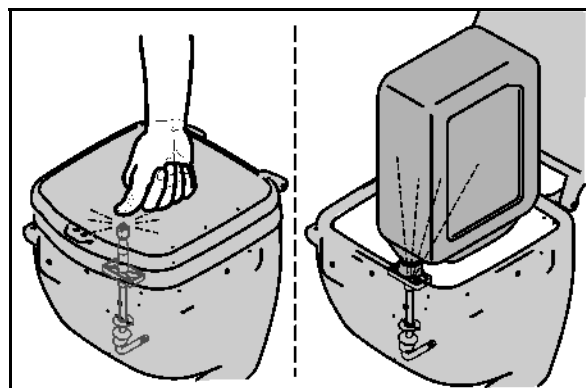

Fig. 66
- der geschlossene Klappdeckel die Kanister-Spüldüse nach unten drückt (Fig. 66).